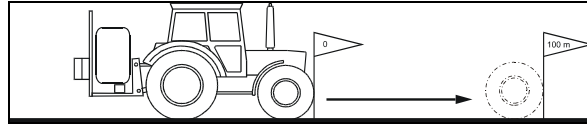

Fig. 4
2. Marque el punto inicial y el final (Fig. 4).